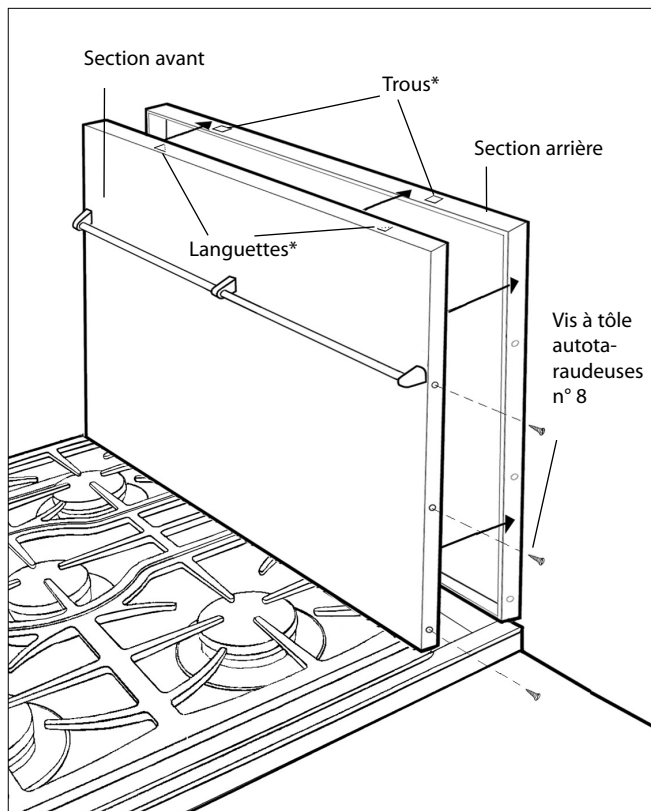

Fig.05
4. Recourbez les languettes en forme de coin par-dessus la section avant sur environ 5 mm (3/16 po). Lors du montage de la section avant, assurez-vous que ces languettes pénètrent dans les trous correspondants situés sur le haut de la section arrière (voir fig. 05, page 5).
5. Fixez la section avant du dossieret à la section arrière à l'aide des vis à tôle autotaraudeuses n° 8 fournies (fig. 05, page 5).